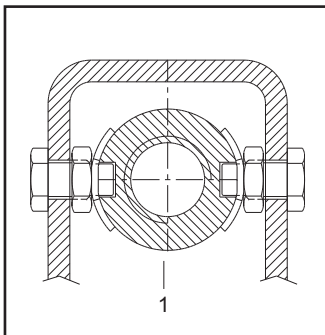

Fig.58 - Abb.58
- Verificare, con chiave dinamometrica, che la coppia di serraggio dei dadi di bloccaggio della chiocciola portante (Fig.58 pos.1) sia di circa 20 Nm.
- Using a torque wrench set to ca. 20 Nm, check the nuts (pos.1 Fig.58) are tightened enough.
- Vérifier à l'aide d'une clé dynamométrique que la couple de blocage de l'écrou porteur (Fig.58 pos.1)soit d'environ 20Nm.
- Mit einem Drehmomentschlüssel sicherstellen,dab das Anzugsmoment der Arretiermuttern der Tragmuter (Abb.58;pos.1)ca.20 Nm ist.
- Verificar con una llave de torsión calibrada a 20Nm aprox. que las tuercas estén bien apretadas (fig.58 pos.1).